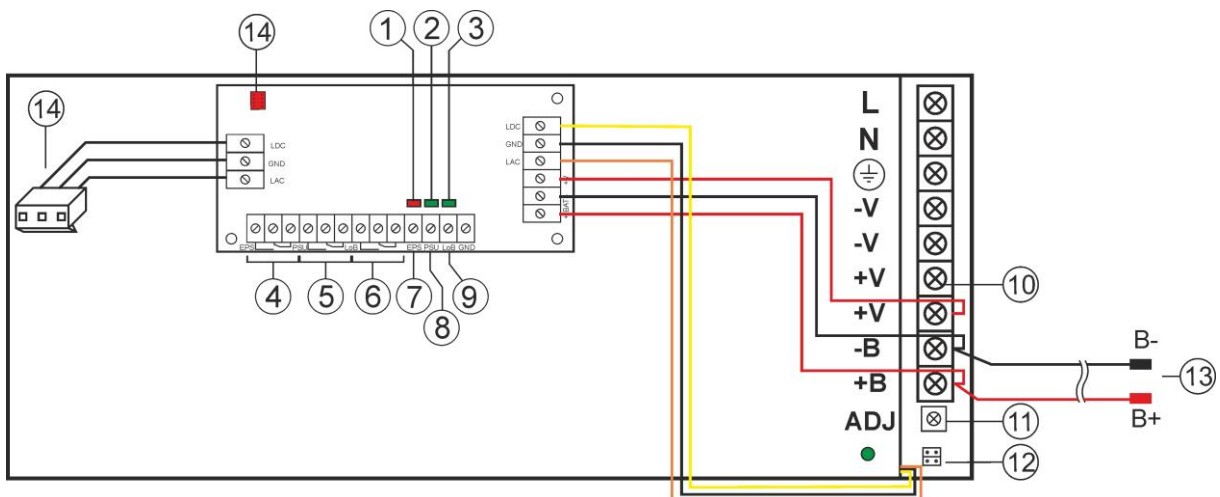

Abb. 2. Ansicht des Netzteils.
Tabelle 1. Elemente des Netzteils (siehe Abbildung 2).
- rote LED (Abbildung 2, Element 1): Bei normalem Zustand (Stromversorgung AC liegt an) leuchtet diese Diode durchgehend. Ein Stromausfall wird durch das Erlöschen der Diode angezeigt.
- grüne LED (Abbildung 2, Element 2): Signalisiert den Zustand der Gleichstromspannung am Hauptausgang des Netzteils. Bei normalem Zustand leuchtet die Diode durchgehend, bei Kurzschluss oder Überlastung des Ausganges erlischt die Diode.
- grüne LED (Abbildung 2, Element 3): Signalisiert das Niveau der Batteriespannung. Bei normalem Zustand ($U_{BAT} > 11,5V$) leuchtet die Diode durchgehend, bei Absenkung der Batteriespannung ($U_{BAT} < 11,5V$) erlischt die Diode.